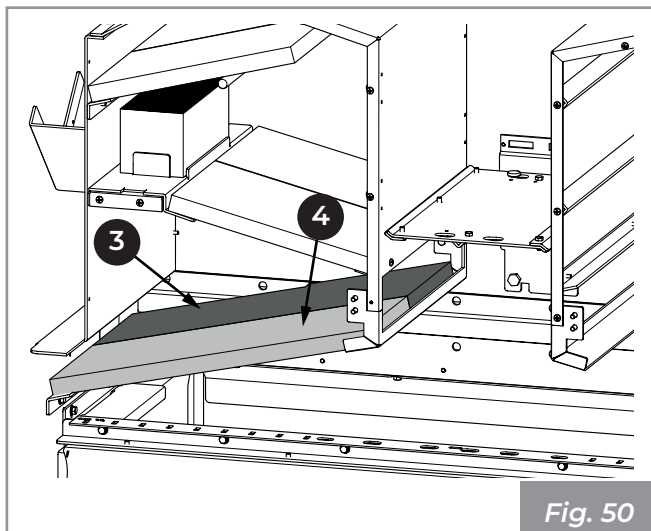

Fig. 50
- 4) Extraire les panneaux (4 et 3) (Fig. 50).